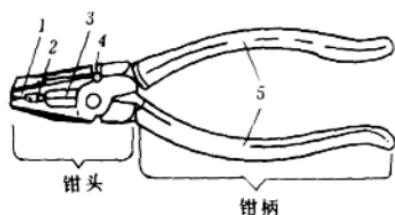
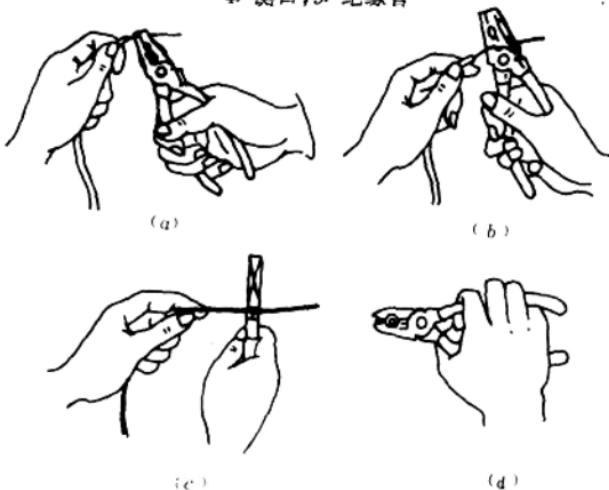

图 1-6 钢丝钳
图 1-7 钢丝钳的正确握法
2. 钢丝钳 钢丝钳是电工的重要工具。由钳头和钳柄两部分组成(图 1-6)。钢丝钳钳口可用来弯绞、钳夹电线线头或其他金属丝；刀口可用来剪切电线、起铁钉、剥离电线的绝缘层；铡口用来铡切钢丝、铅丝或其他金属丝；齿口用来紧固或拧松有角螺母。钢丝钳的正确握法如图 1-7 所示。钢丝钳的规格很多，一般选长 175~200 毫米的为宜。